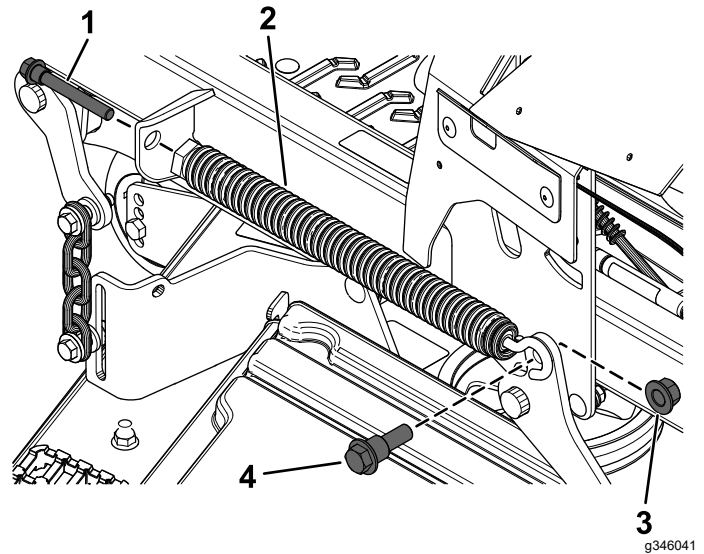

Figure 6
1. Déposez le boulon qui fixe l'avant du ressort de levage du plateau (Figure 6).
2. Retirez le boulon à épaulement et le contre-écrou ($\frac{1}{2}$ ") qui fixent l'arrière du ressort de levage du plateau (Figure 6).
3. Déposez le ressort de levage du plateau (Figure 6).